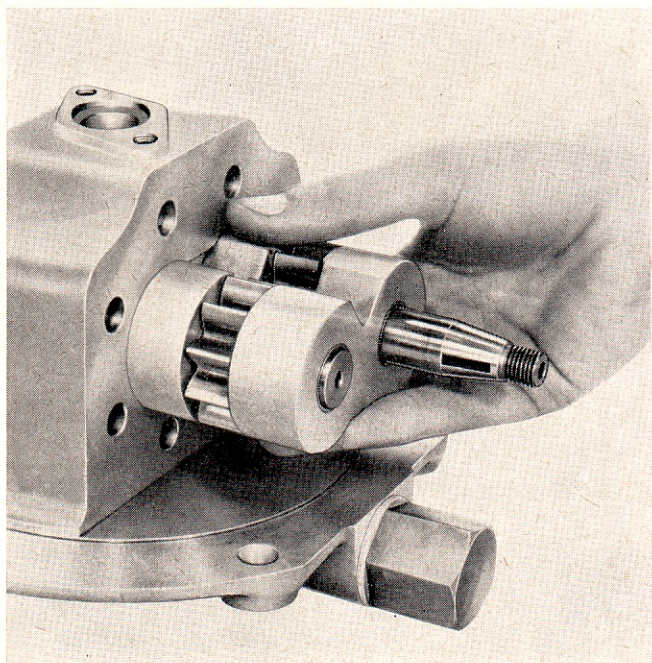

Figure 98: Montage des pignons et des paliers dans le corps de pompe
4. Placer les paliers et les pignons dans le corps de pompe, l'extrémité filetée de l'arbre du pignon d'entraînement dans la position représentée Figure 98, et les gorges profondes des paliers orientées vers l'entrée de la pompe.